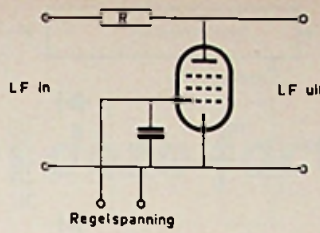

Fig. 4. Spanningsdeler.
h. *de inwendige weerstand van penthoden en trioden*: er zijn zeer vele schakelingen mogelijk, waarin een van de circuitweerstand door een buis wordt vervangen. Enkele onderzochte voorbeelden zijn in fig. 4, 5 en 6 getekend. Vooral de systemen volgens fig. 4 en 6 gaven goede resultaten. De hoge kosten (balans-schakeling), grote afmetingen en stroomverbruik maken deze schakelingen echter minder aantrekkelijk. Bovendien bleek de vervorming bij het definitieve ontwerp met dioden lager te zijn.
i. *transistoren als regelweerstand*: ref. 1 beschrijft een zeer goede regelversterker, die een „bottomed”-transistor toepast in een spanningsdeler. Het regelgebied is 60 dB bij een tijdconstante van 10 ms. Ik heb het systeem niet nagebouwd. De prestaties schijnen ongeveer gelijkwaardig te zijn aan die van dit ontwerp met dioden.